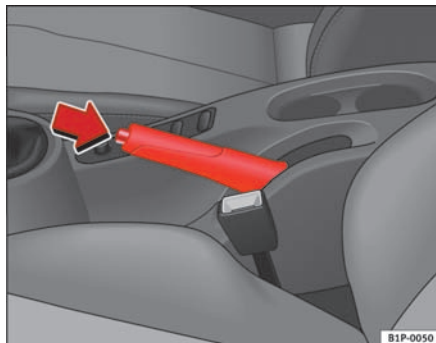

Fig. 122 Håndbremsen mellem forsæderne
- Træk håndbremsearmen helt op ⇒ side 155, fig. 122.
- Træk håndbremsearmen et stykke opad, tryk låseknappen i pilens retning ⇒ side 155, fig. 122, og før håndbremsearmen helt ned ⇒ ⚠.